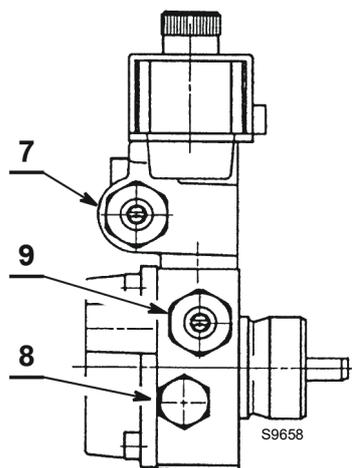

Abb. 19
- Stellen Sie bei Bedarf den Druck durch Betätigen der Schraube 7)(Abb. 19) neu ein.
- Der Druckmesser zur Kontrolle des Drucks wird an Stelle des Stopfens 8)(Abb. 19) montiert.
- Sollte dieser Druck neu geeicht werden müssen oder eine Änderung gewünscht werden, muss nur die Schraube 9) betätigt werden Abb. 19.
- Der Druckmesser zur Kontrolle des Drucks wird anstelle des Stopfens 8)(Abb. 19) montiert.